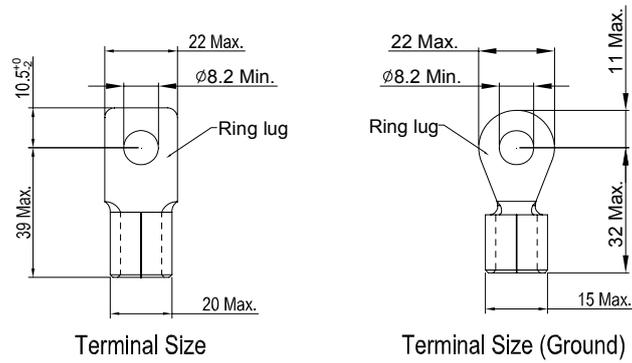

Figure 1.
2. 若使用者需要自行使用环状端子, 端子规格如下图一(Figure 1)所示